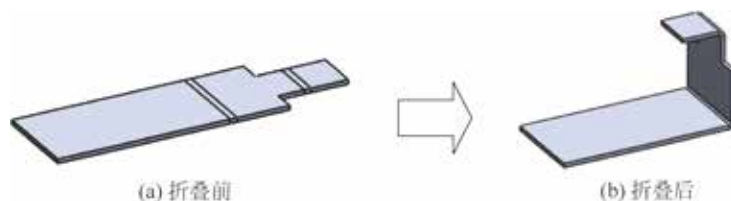

图 5.119 钣金全部折叠
- 收集所有折弯(A) 按钮：用于自动将模型中所有可以展开的折弯进行选中，进而全部折叠，如图 5.119 所示。